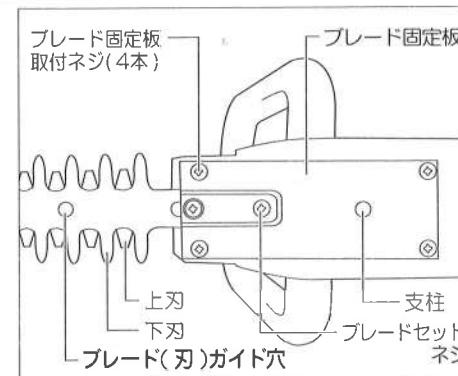

図4
- ブレード(刃)ガイド穴を見て上刃、下刃の穴を正確に揃えてください。(図4参照)
(図4参照)